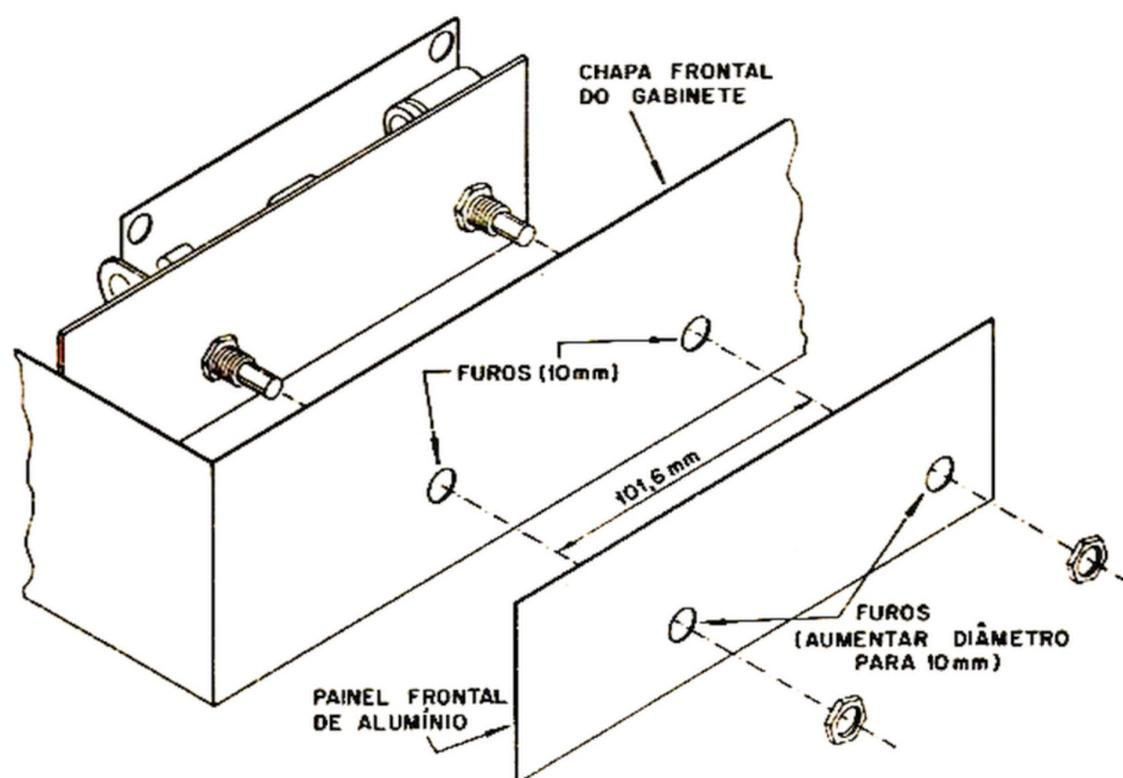

Figura 19 - Instalação do amplificador (gabinete metálico).
- 1 - Determinada a localização do amplificador, abra dois orifícios de 10mm de diâmetro, com os centros distanciados de 101,6mm (ver figura 19).
- 2 - Coloque o amplificador no gabinete de modo que os eixos e as buchas rosqueadas dos potenciômetros passem através dos orifícios mencionados no item 1.